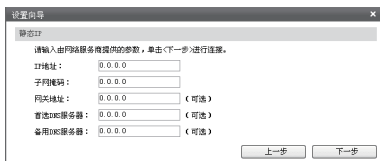

图4-10 上网方式-静态IP
3) 如果上网方式为静态IP, 即拥有网络服务商提供的固定IP地址, 则需要填写IP地址、子网掩码、网关和DNS服务器等内容, 如图4-10所示。